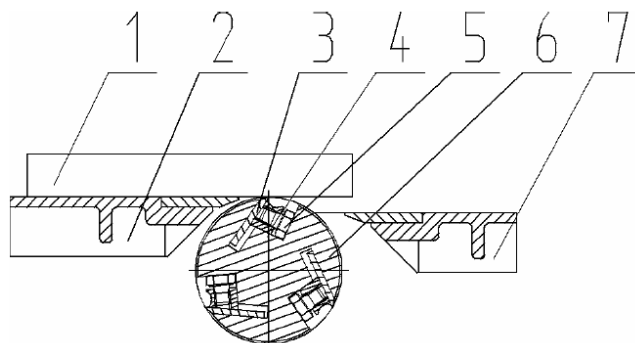

Рис. 8 Схема установки и регулировки резцов
7.1 Замена резцов (см. Рис. 8)